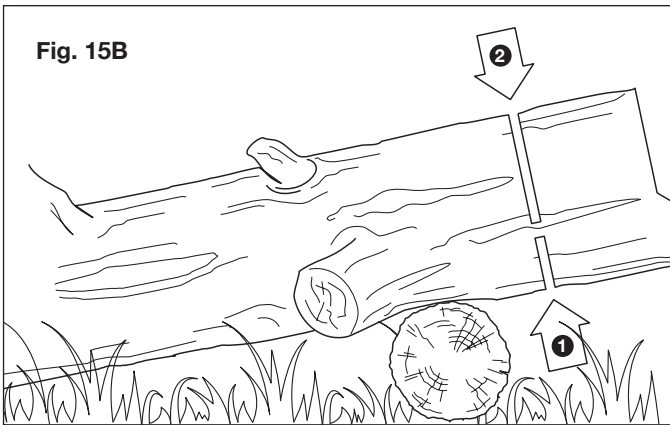

Fig. 15B
- Cuando el tronco es sostenido en un extremo (Fig. 15B), corte $\frac{1}{3}$ del diámetro desde el lado inferior (leñado desde abajo hacia arriba). Luego haga el corte final mediante el leñado desde arriba hacia abajo para encontrar el primer corte.